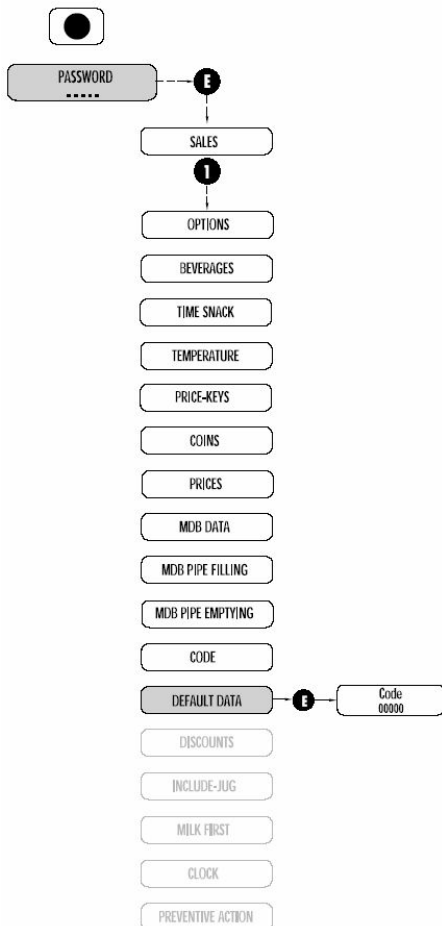

Рис. 7.16
7.2.13 УСТАНОВКА ЗНАЧЕНИЙ ПО УМОЛЧАНИЮ (Рис. 7.16)